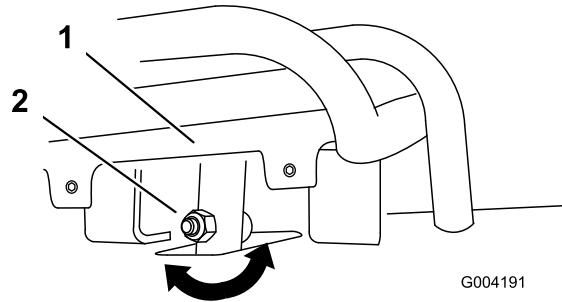
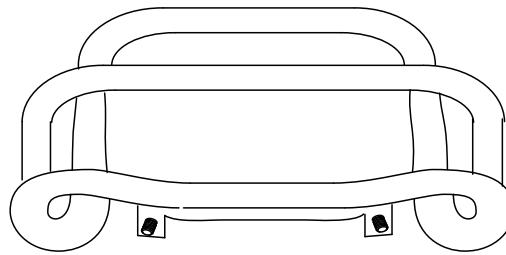

Bild 55
Bild 56
4. Wenn die Vorderseite des Fahrantriebs nicht bündig und gleichmäßig am Anschlagbügel bleibt, lösen Sie die Mutter im Schaft des Fahrantriebs (Bild 55).
5. Stellen Sie den Fahrantrieb so ein, dass er bündig am Anschlagbügel bleibt, wenn er gerade nach hinten gezogen wird (Bild 55 und Bild 56).
- C. Lösen Sie die Bundmutter und die Schraube im Fahrantriebsschaft (Bild 55).
I. Stellen Sie den Fahrantrieb so ein, dass er bündig am Anschlagbügel bleibt, wenn er gerade nach hinten gezogen wird (Bild 55 und Bild 56).